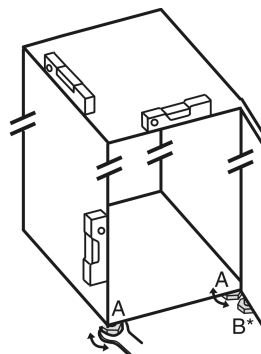

Fig. 26
- ▶ Skru de justerbare fødder Fig. 26 (A) ud ved hjælp af den medfølgende gaffelnøgle og et vaterpas, indtil hvidevaren står fast og i vater.
- ▶ Skru den justerbare fod Fig. 26 (B) på legebukken af med den medfølgende gaffelnøgle, indtil den hviler på gulvet.
- ▶ Drej den justerbare fod Fig. 26 (B) 90° videre.